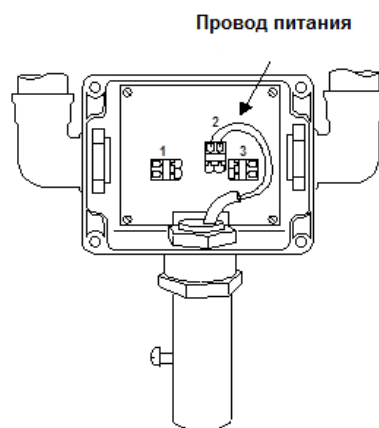

Рис.2
- подключить провод питания к клеммной колодке 2 (см. рис.2);